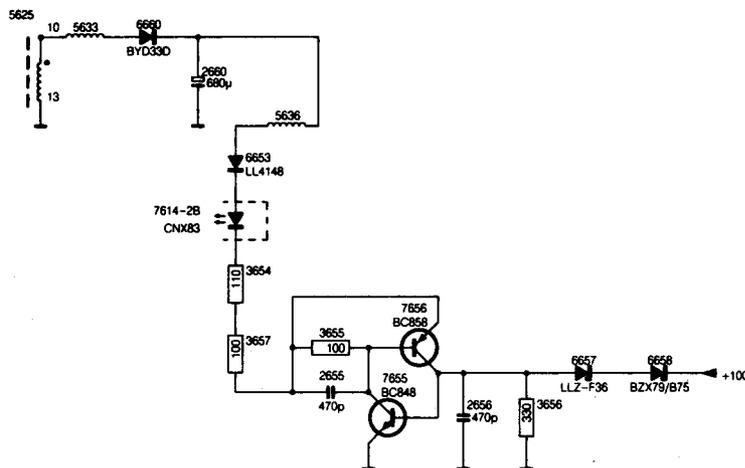

Bild 11.9
11.2.3.2 Der Ueberspannungsschutz (Bild 11.9)